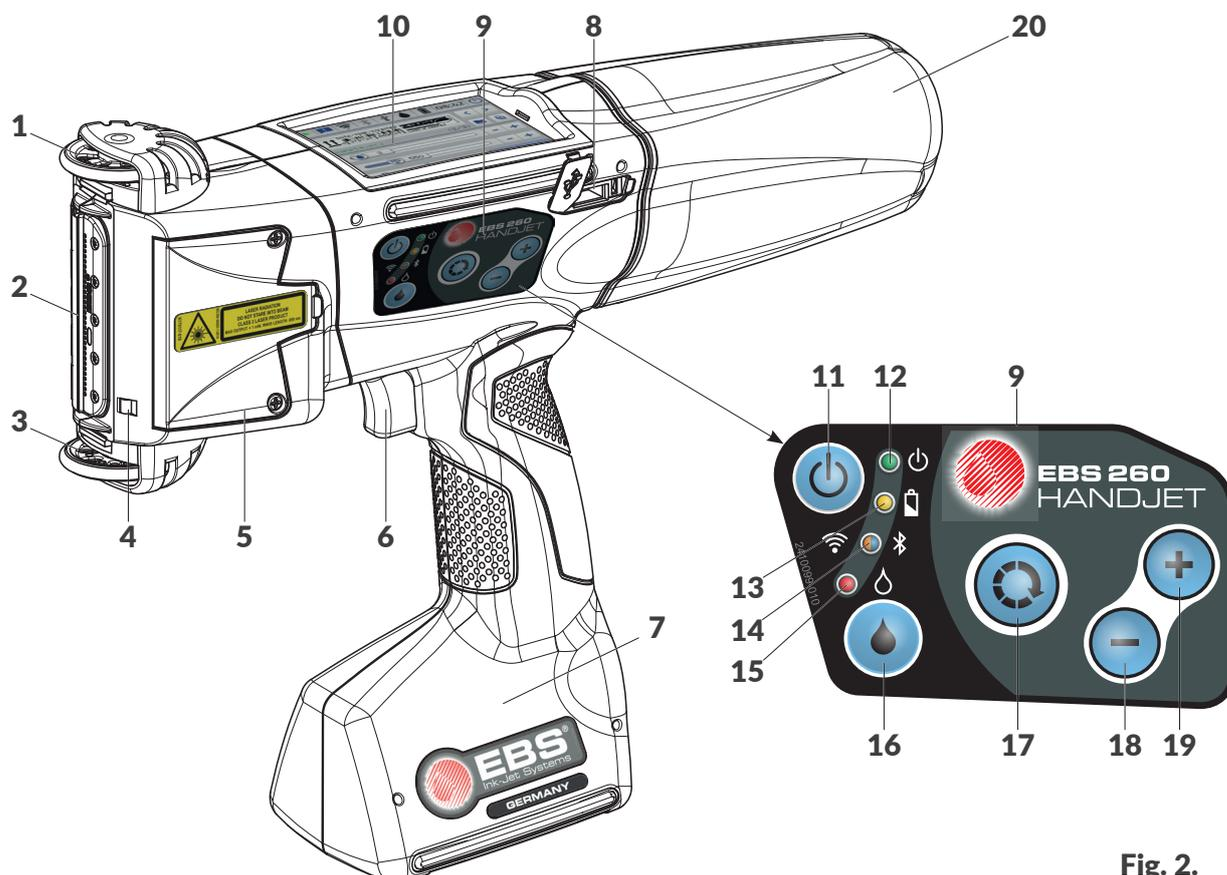

Fig. 2.
La stampante **Handjet®** EBS-260A è una stampante industriale ad inchiostro di tipo “DOD” (ang. Drop-on-Demand; “goccia a richiesta”) che serve per eseguire, senza contatto, stampe manuali su oggetti (vedi **Fig. 2 a pagina 14**).
Con una chiavetta di memoria **USB** idonea, collegata alla porta **USB (8)**; vedi **Fig. 2 a pagina 14**) l'utente può: